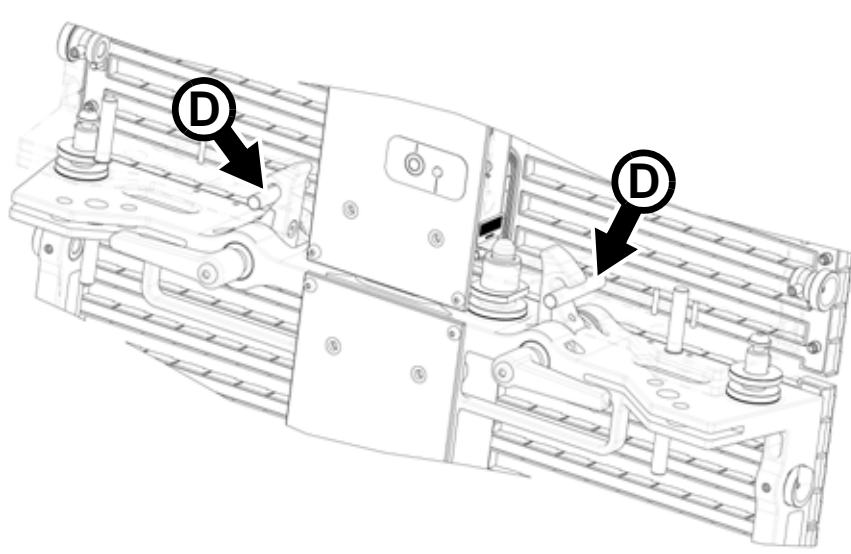

Bild 12: Die Verriegelungen rasten um die Zapfen ein (Teilansicht)
5. Siehe Bild 12. Schieben Sie das Modul weiter auf den Header oder das Modul, bis die Verriegelungen hörbar um die Zapfen D einrasten. Ziehen Sie das Modul etwas zurück, um den sicheren Sitz der Verriegelungen um die Zapfen D zu prüfen.